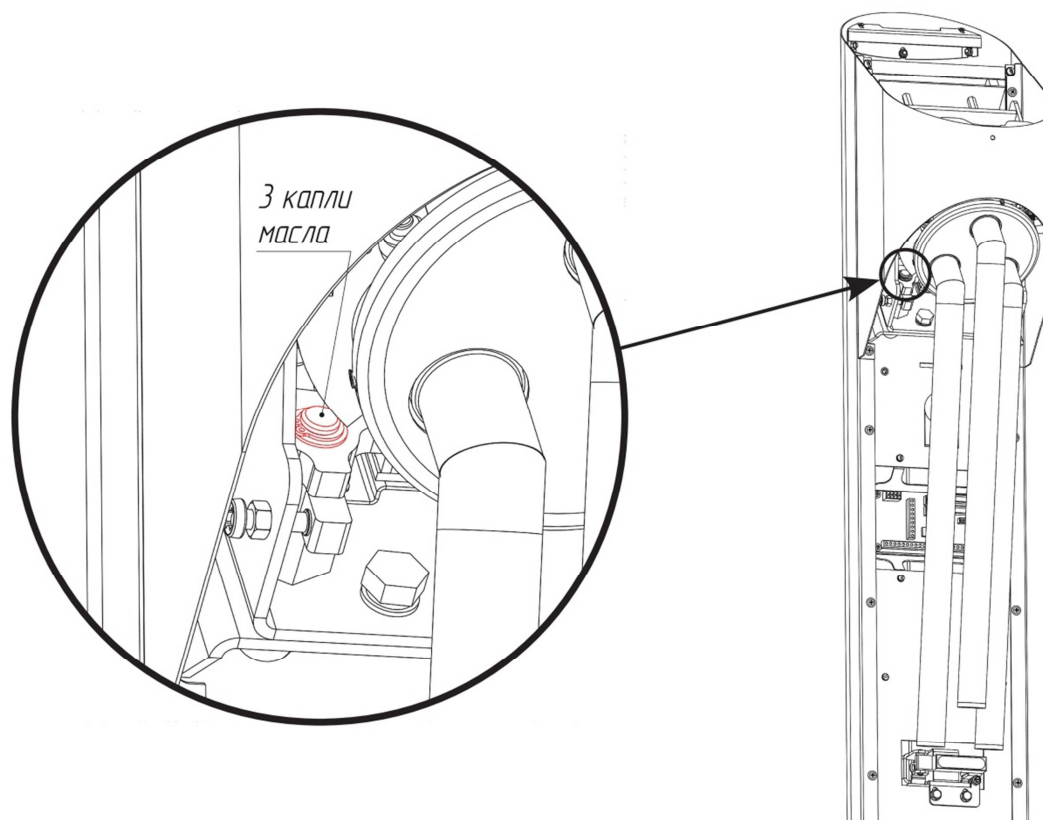

Рис. 12
5.1. Ось вращения блока стопора (рис. 12).